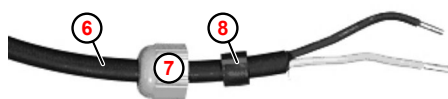

Fig. 9: Cavo trasformatore
- ⑥ Cavo trasformatore
- ⑦ Pressacavo
- ⑧ Guarnizione
4. ► Fare passare il cavo del trasformatore(Fig. 9 , ⑥) attraverso il pressacavo ⑦ .
5. ► Controllare l'alloggiamento corretto della guarnizione ⑧ .